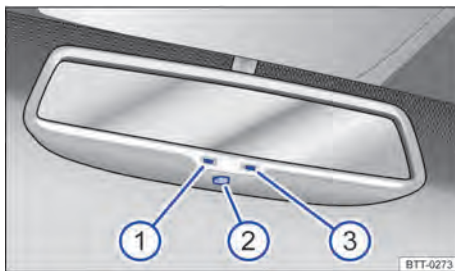

Fig. 77 No para-brisa: espelho retrovisor interno com antiofuscante automático.
- ① Luz de controle.
- ② Interruptor.
- ③ Sensor para reconhecer a incidência de luz por trás.
O antiofusco automático pode ser ligado e desligado com o interruptor no espelho retrovisor interno ⇒ Fig. 77 ②. Com o antiofusco automático ligado, a luz de controle ⇒ Fig. 77 ① se acende.
- Um sensor no lado que indica para o interior do veículo, que mede a incidência de luz por *trás* ⇒ Fig. 77 ③.